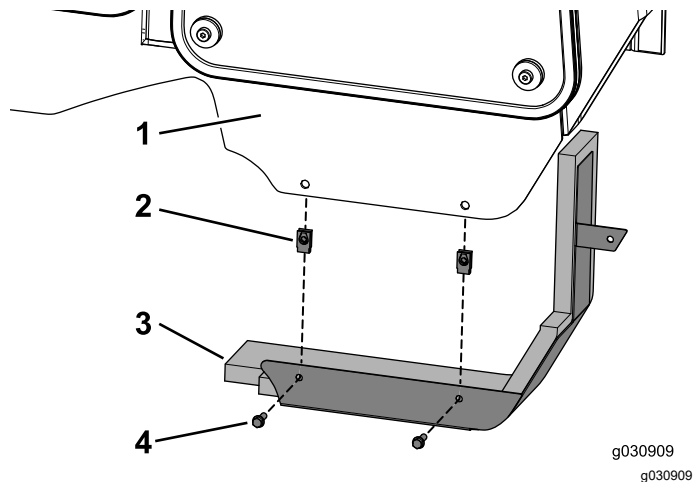

図 30
1. キャブフレームにクリップナット2個を取り付ける 図 30。
2. パネルアセンブリをキャブに固定するボルト $\frac{1}{4} \times \frac{3}{4}$ "2本を使用し 図 30に示すように取り付ける。